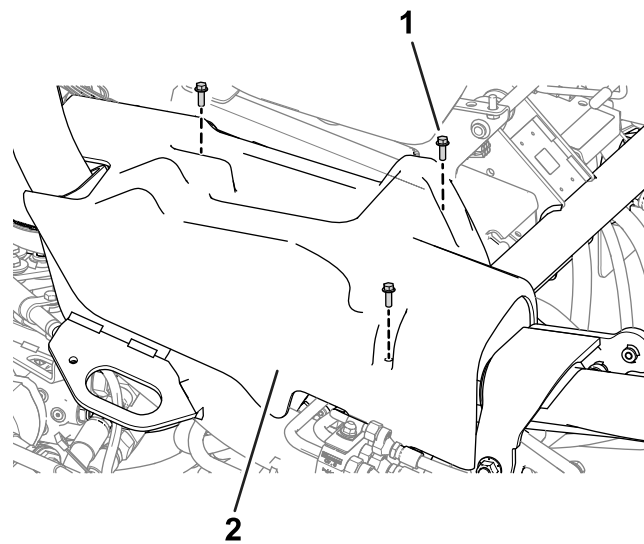

Figura 10
4. Retire la cubierta lateral derecha (Figura 10) de la máquina.
8. Instale la cubierta lateral derecha en la máquina (Figura 10).